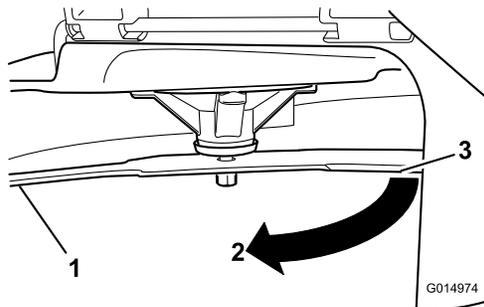

Figura 88
3. Segunda distancia medida entre cuchilla y superficie (B)
4. Gire la misma cuchilla 180 grados de manera que el otro extremo esté en la misma posición (Figura 88).